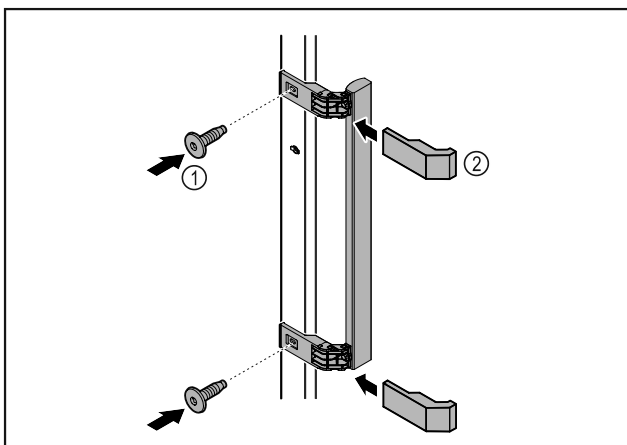

Fig. 8
- Montera handtaget från tillbehörspaketet på dörren med de skruvar Fig. 8 (1) som medföljer.
- Sätt på skyddet Fig. 8 (2).